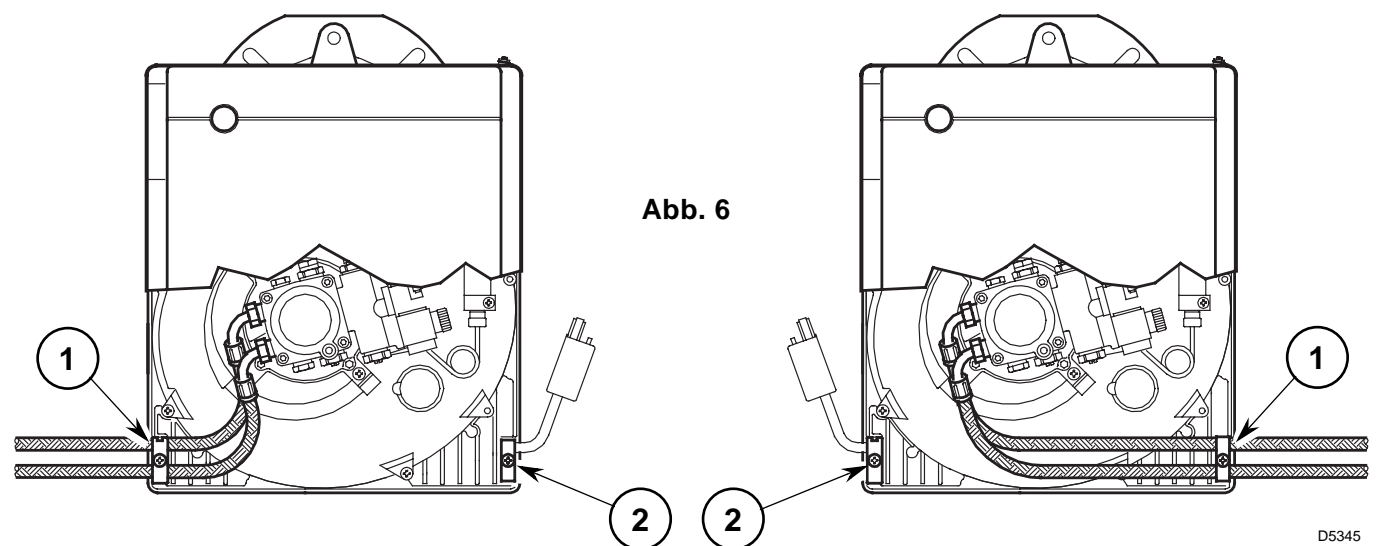

Abb. 6
Die Ölschläuche werden mit den Winkelanschlüssen an der Ölpumpe montiert, wobei die Ölschläuche nach links oder nach rechts aus dem Brenner herausgeführt werden können. Es muß jeweils die Halteschelle (1) bzw. die Kabelzugentlastung (2) gewechselt werden, (siehe Abb. 6).